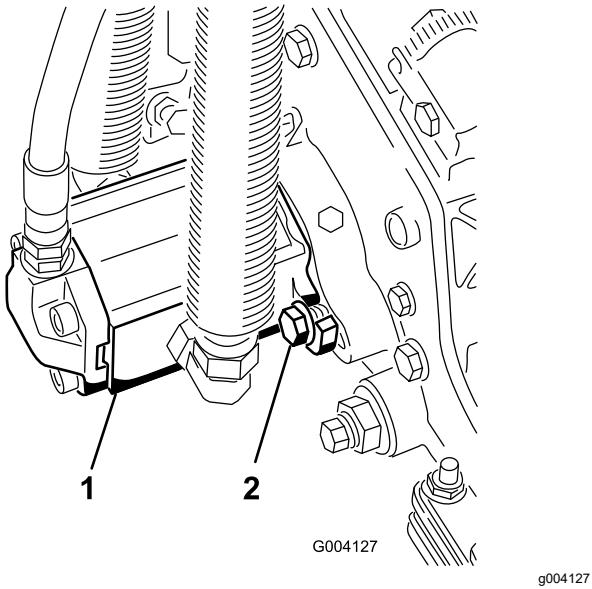

Рисунок 32
- Установите электродвигатель, повернув его по часовой стрелке так, чтобы фланцы двигателя не закрывали болты (Рисунок 32).